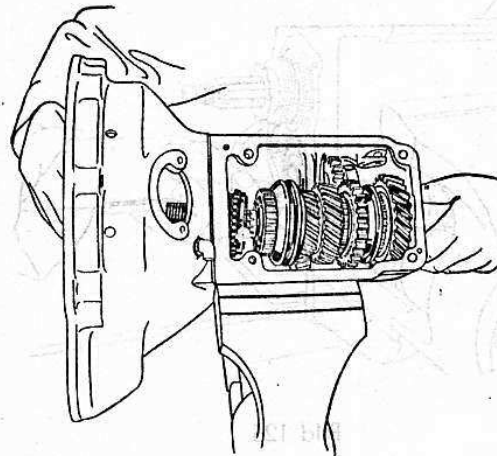

Bild 122
4. Hauptwelle von oben einlegen, Antriebswelle von vorne einführen (Bild 122).